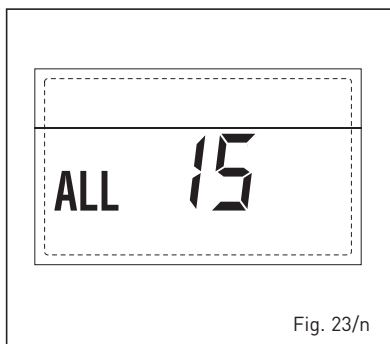

Fig. 23/n
**- INTERVENÇÃO TERMÓSTATO DE SEGURANÇA PRIMEIRA ZONA MISTURADA "ALL 20" (fig. 23/p)**